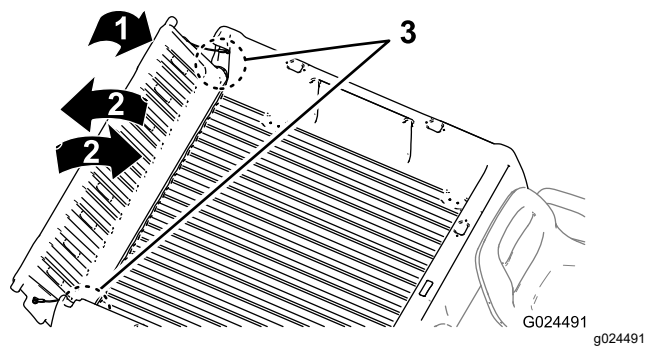

Bild 17
3. Drehen Sie die Heckklappe mehrmals mit kurzen, schüttelnden Bewegungen (Bild 17).
2. Drehen Sie die Heckklappe auf eine ungefähre Stellung von 45° (Bild 17).